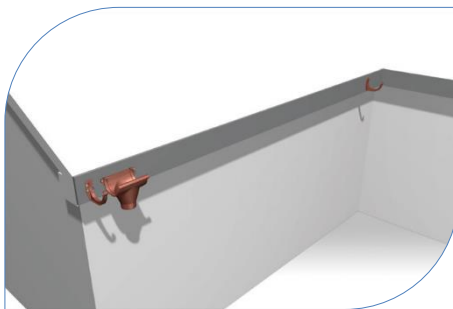

Рис. 8
3.2 Визначте місце і змонтуйте по 1 кронштейну з кожного боку стоку , переконайтесь що ці кронштейни розташовані далі і вище за рівень лійки (рис. 8)